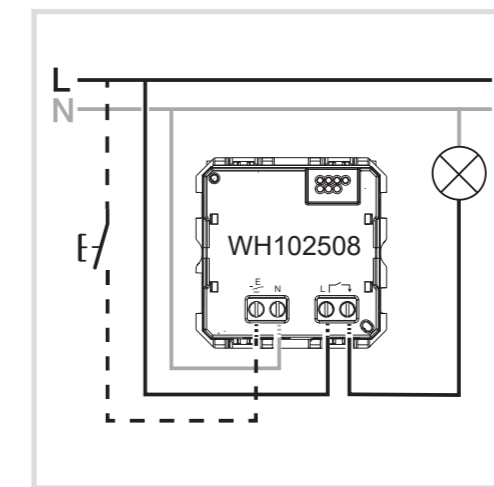

Bild 6: Anschluss Bewegungsmelder 3-Draht
- Bewegungsmelder gemäß Anschlussbild (Bild 6) anschließen.